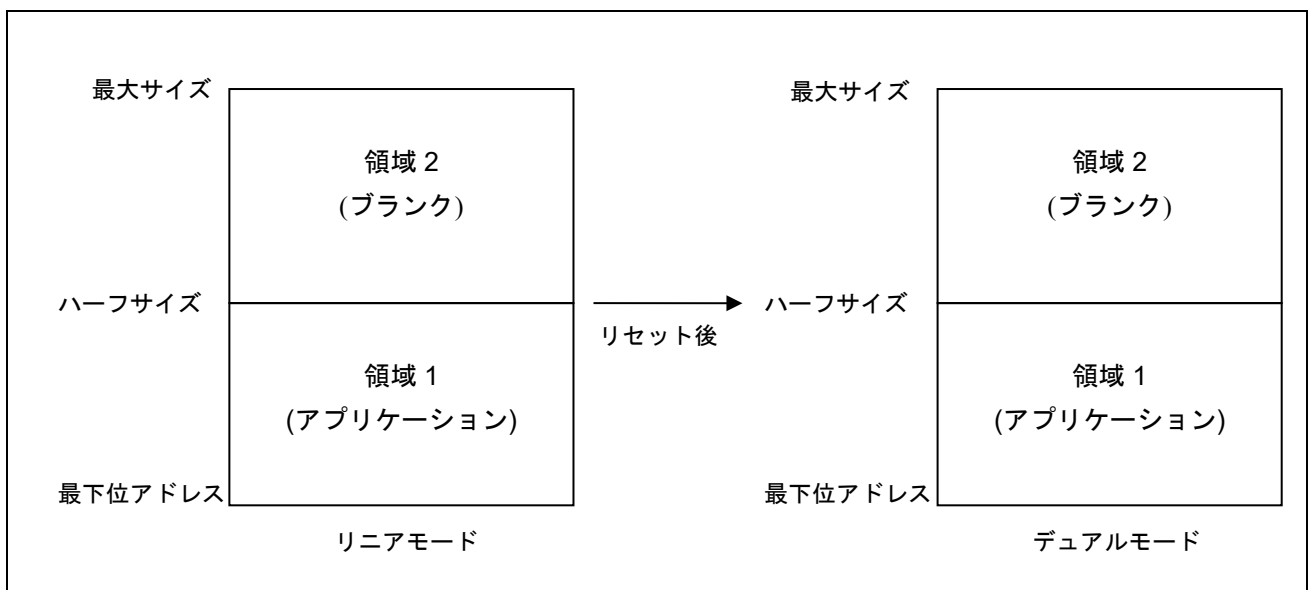

図 13.1 リニアモードでのデュアルモード用アプリケーションの書き込み
【条件】 図 13.1 の領域 2 への書き込みは行わない
2. デュアルモードに設定されたオプション設定メモリ用のプログラムファイルおよび図 13.1 の領域 1 のプログラムファイル（アプリケーション）を書き込む
【備考】 リニアモードからデュアルモードに変更する場合、図 13.1 の領域 2 はブランクであることが推奨されま